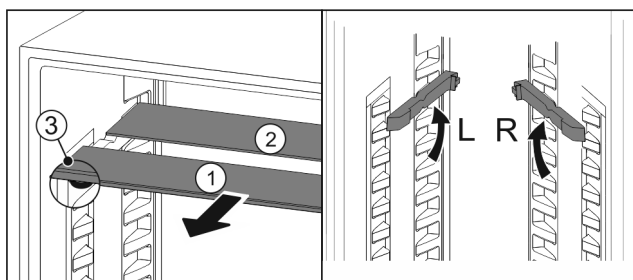

Fig. 145
- ▶ Wyciągnąć Fig. 145 (1) pojedynczo półki szklane do przodu.
- ▶ Płyta szklana Fig. 145 (1) z listwą ozdobną znajduje się z przodu.
- ▶ Stopery Fig. 145 (3) wskazują w dół.